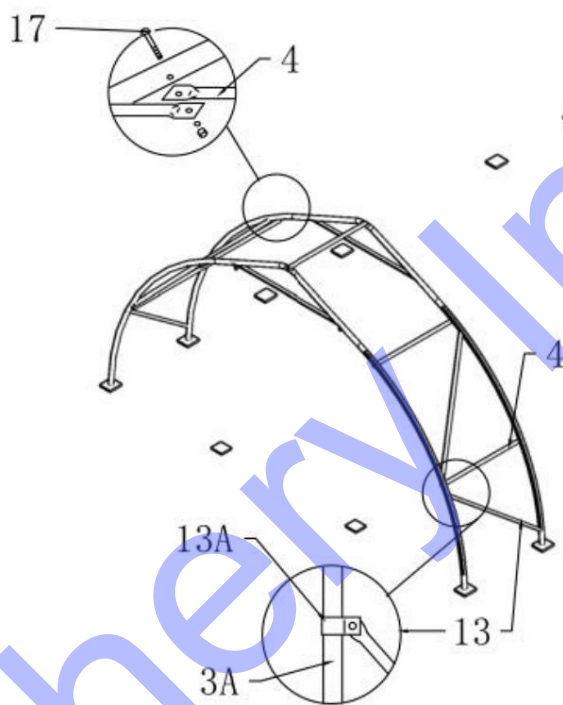

Figure 7
4. Connectez le tube de renfort diagonal (n° 13) et le clip (n° 13A) pour le cadre comme sur la figure 7.
Insérez le tube de renfort de porte (n° 15) dans le bas du cache de porte avant et arrière (n° 23). Placez la corde en nylon pour cliquet (n° 20) dans le cache de porte et la petite poulie sur la traverse de support du toit, comme illustré à la figure 7. Fixez-la enfin sur la plaque de base (n° 5L ou 5R).